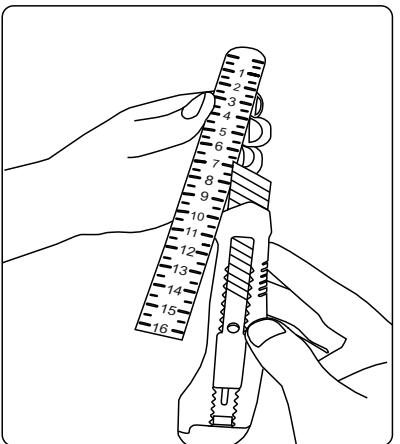

рис. 9
1.2.6 Из комплекта адаптеров возьмите пластиковую линейку. Отрежьте необходимую длину по делениям, нанесённым на линейку (см. информацию в таблице сборки) (рис. 9). Использование оставшейся части линейки описано в п. 1.2.11.